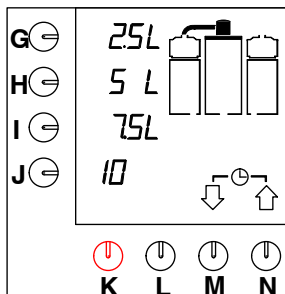

Fig. 5 Display med standardvalgmulighederne
- Indikatorlampen på kontakten lyser. Standardvalgmulighederne vises i displayet (fig. 5.).